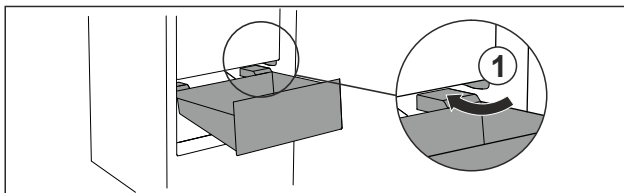

Fig. 87
- ▶ Preved'íte zásuvku šikmo okolo zarážok Fig. 87 (1).